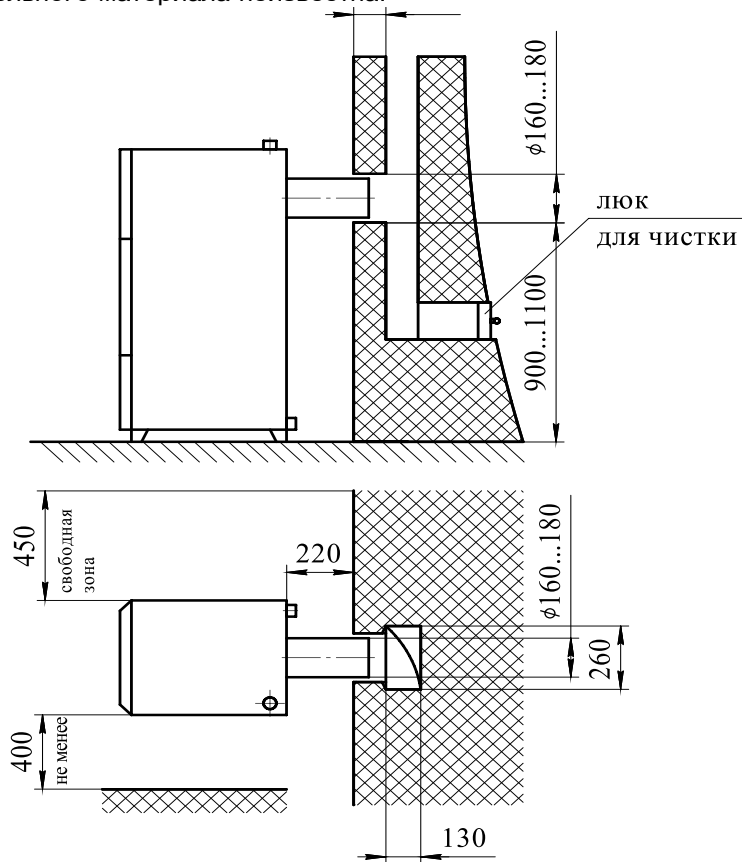

Рис. 6 Схема установки котла КСТ
6.7.Схема установки котла показана на рис. 6